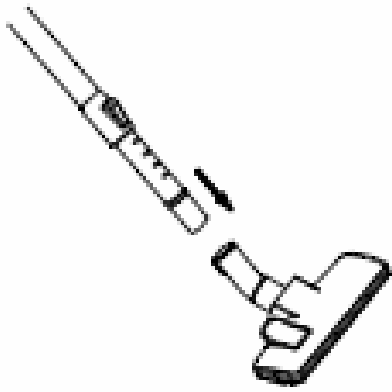

Рис. 4
- Наденьте необходимую насадку на выдвигающуюся часть телескопической трубки (большую щетку «пол/ковер» или комбинированную насадку «мебель/щель»).(Рис.4)